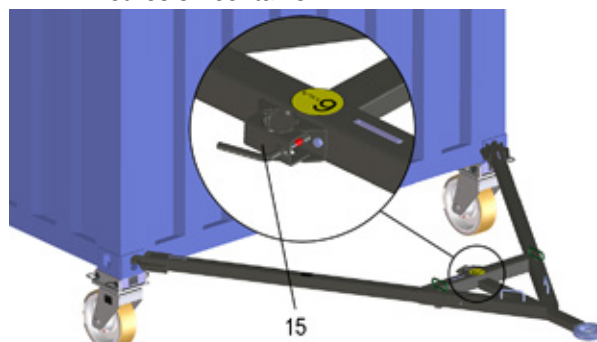

Figura 6-13
- Si consiglia di utilizzare un supporto di parcheggio per agganciare il timone. Esso può essere applicato sull'elemento di bloccaggio opzionale (figura 6-13). A questo punto allontanarsi immediatamente dalla zona di pericolo tra il veicolo e il container.